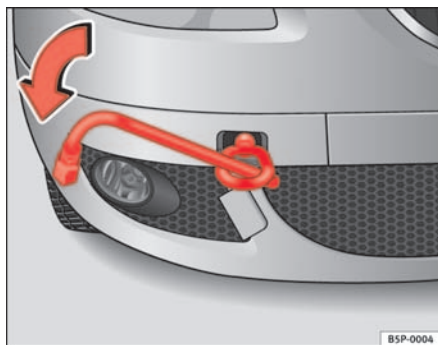
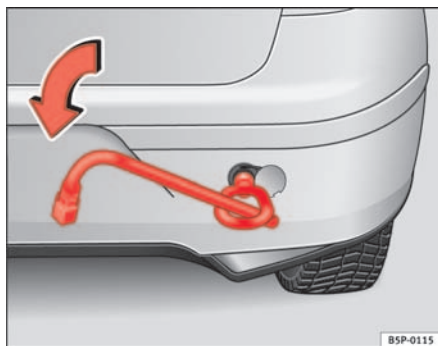

Fig. 194 Enroscar a argola de reboque na parte dianteira direita do veículo
Fig. 195 Enroscar a argola de reboque de trás
- Enroscar a argola de rebocagem no sentido da seta *para a esquerda*, até ao batente, à frente ⇒ **fig. 194** ou atrás ⇒ **fig. 195** no respectivo furo roscado.